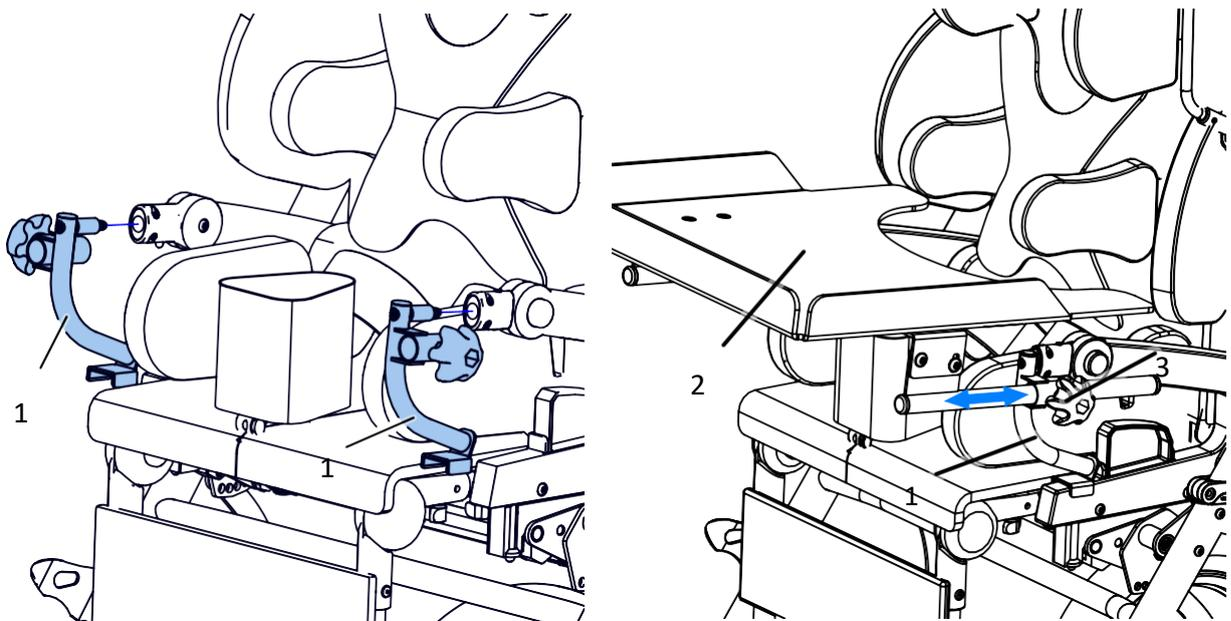

Bild 32
Um die Tischablage (2) zu montieren, müssen die Adapter zuerst (1) an die Aufnahme des Handbügels montiert werden. Dann sollte der Tisch in die Rohre des Adapters eingesteckt werden. Um den Tisch zu blockieren, um ein Bewegen zu verhindern, ziehen Sie ihn mit dem Knopf fest (3) Abb. 32.